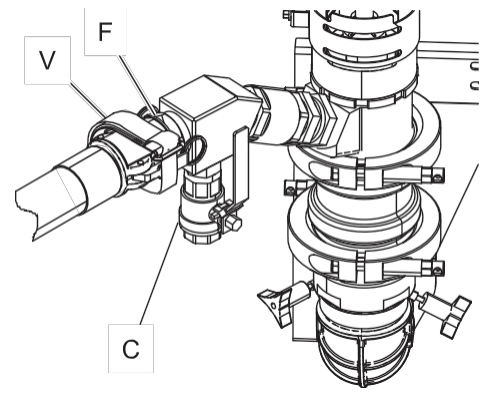

Fig. 10
5. Collegare il tubo flessibile all'ingresso del fluido della pistola a spruzzo e all'uscita del fluido della pompa (F), quindi fissare le cinghie in velcro (V) attorno al raccordo a camme. (Fig. 10)